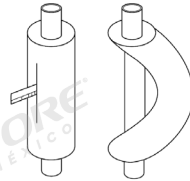

Fig. 14
4. En caso de que la flexión abra grietas en la tubería, primero use un cortador afilado para cortar la capa aislante, como se muestra en la Fig. 14. No doble la tubería hasta que quede expuesta. Cuando se haga la flexión, envuelva la tubería con una capa aislante y luego asegúrela con cinta adhesiva.